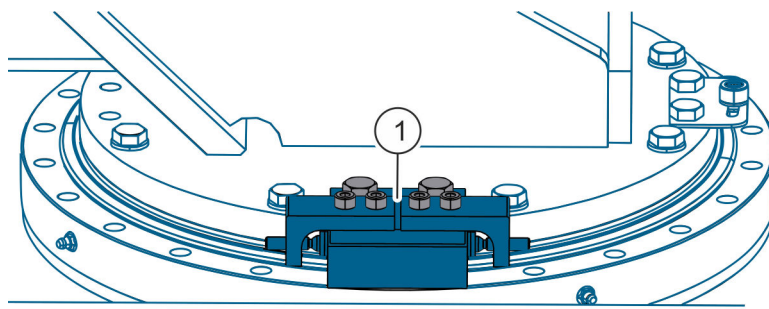

Abb. 14: Montagesicherung
9. ➔ Montagesicherung (Abb. 14/1) montieren.